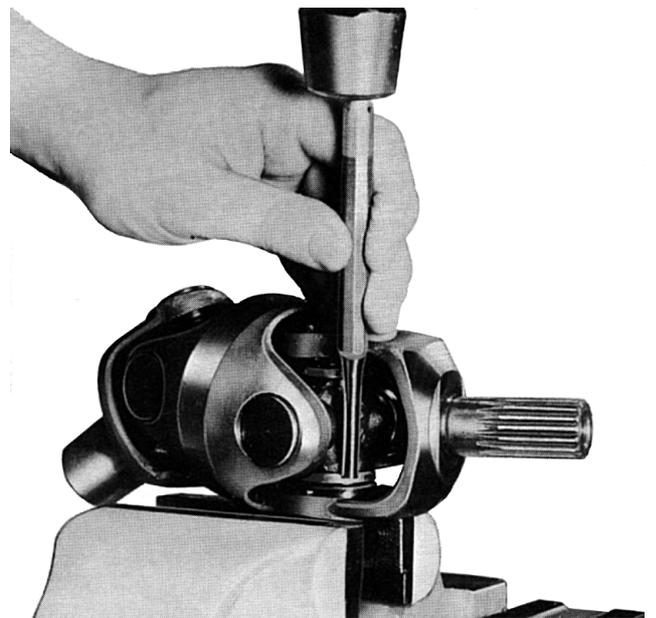

Fig. 16.
2. Extraire les roulements à aiguilles en se servant d'un marteau et d'un mandrin, voir figure 16. Extraire le croisillon.